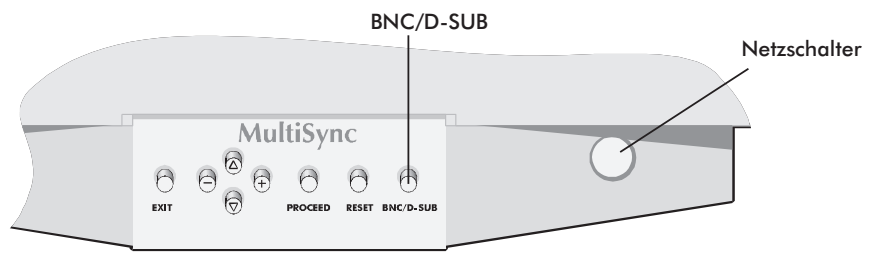

Abbildung E.1
5. Schalten Sie Monitor (Abbildung E.1) und Computer ein.
6. Die Werkseinstellung bei Ihrem Monitor sieht die Verwendung des mitgelieferten Signalkabels vor. Wenn Sie ein BNC-Kabel einsetzen wollen, drücken Sie den BNC/D-SUB-Knopf vorne (Abbildung E.1).